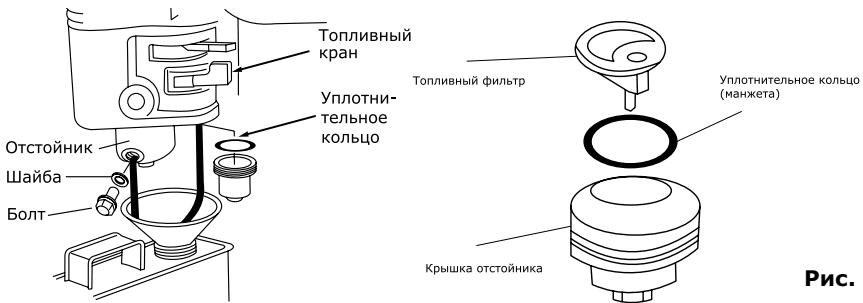

Рис. 31
- Очистите или продуйте сжатым воздухом и установите обратно фильтр и манжету (рис. 31);